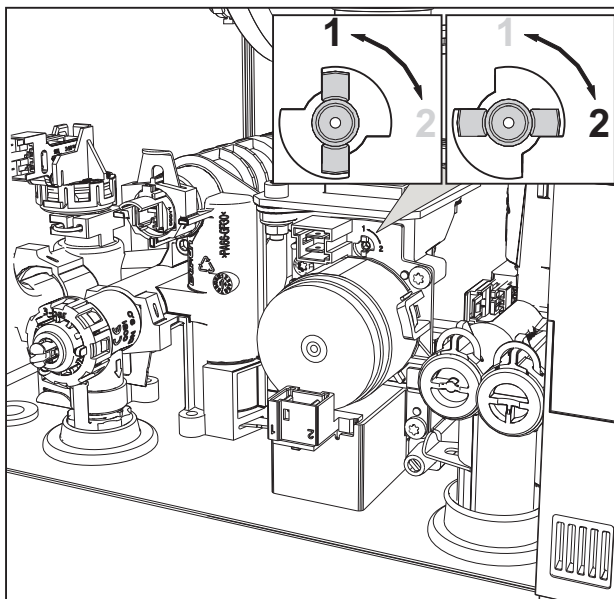

fig. 30
3. Ruotare il Throttle (fig. 30) secondo la posizione indicata nella tabella 8.